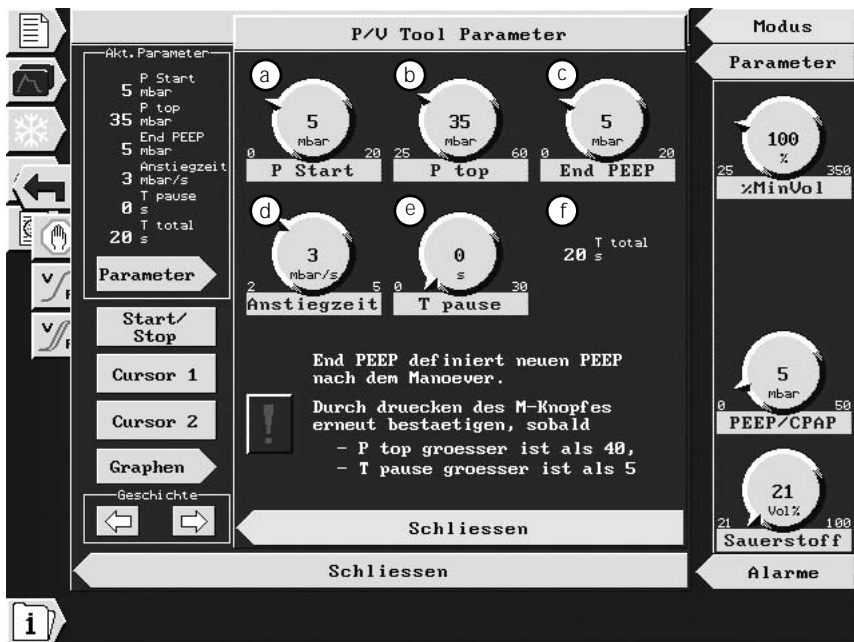

Abbildung 7-7. Fenster P/V Tool 2 Parameter
b	Feld Akt. Parameter . Zeigt die derzeit aktiven Parametereinstellungen für das P/V Tool 2 an. Sie können diese Einstellungen über den Pfeil Parameter ändern; dadurch öffnet sich das Fenster P/V Tool 2 Parameter (Abbildung 7-7).
1. Wählen und aktivieren Sie im Fenster **P/V Tool 2** den Pfeil **Parameter**. Das Fenster **P/V Tool 2 Parameter** öffnet sich (Abbildung 7-7).